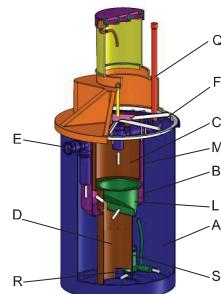

Рис. 3. Внутренне строение зоны аэрации локального очистного сооружения АКВАТЕК 5М
Аэрированная смесь перетекает из емкости оксидирования-нитрификации «А» (Рис. 3) в емкость «В», через первую серию отверстий (T1), проделанных в верхней части ускорителя (M) и стекает по вертикали вниз. В нижней зоне емкости «В» поток перетекает в емкости (C) и (D) через серию отверстий (T2).